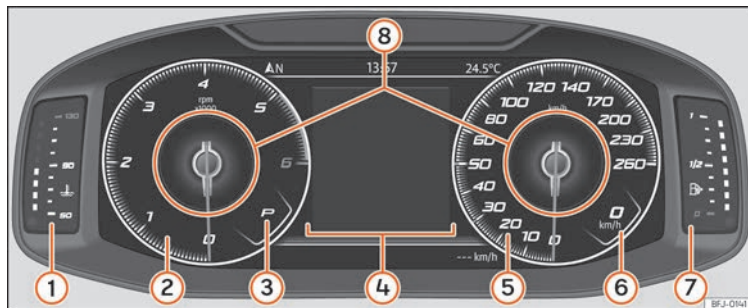

Fig.118 SEAT Digital Cockpit en el tablero de instrumentos (vista clásica).
En la *Vista Clásica* y en *Semicircular watches* se tiene la posibilidad de personalizar la información que aparece en **Perfiles de información** » **fig. 118 ⑧**.
» fig. 118.